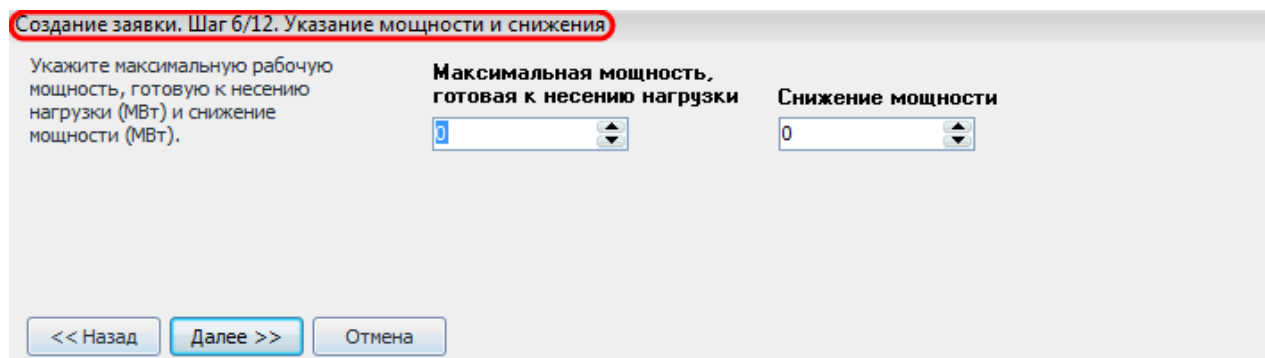

Рисунок 10.17 – Указание мощности
- **«Шаг 6/12. Указание мощности и снижения».** На данном шаге необходимо ввести значения мощности и снижения располагаемой мощности (Рисунок 10.17). Если объект, на оборудование которого подается заявка, содержит одну и более групп точек поставки генерации (далее - ГТПГ), то на данном шаге осуществляется ввод снижения мощности по ГТПГ.